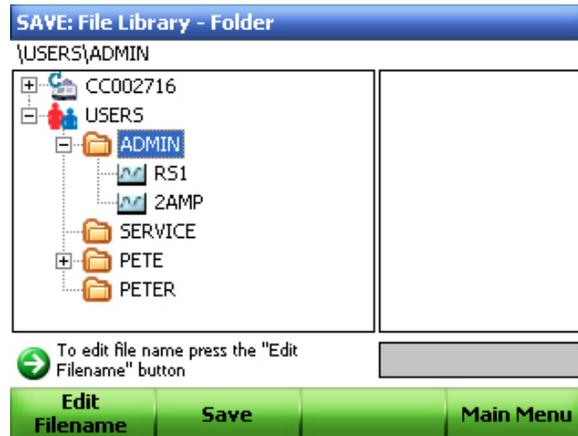

Figura 35. Guardar um protocolo.
2. Introduza um nome de protocolo caso ainda não o tenha feito, ou edite o nome anteriormente criado na janela Protocol (Protocolo). Utilize as teclas de setas para seleccionar uma pasta de destino (Figura 35).